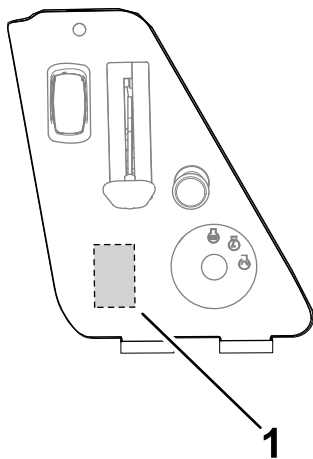

Figure 2
2. Localisez l'emplacement de la découpe pour le compteur horaire dans le panneau de commande et découpez une « X » dans l'autocollant (Figure 2).